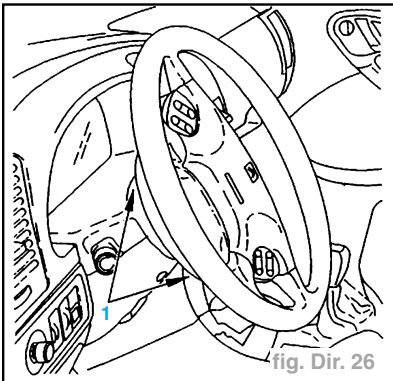

fig. Dir. 26
- Déposer les vis (1) de chaque côté (vis TORX N°30) (fig. Dir. 26).